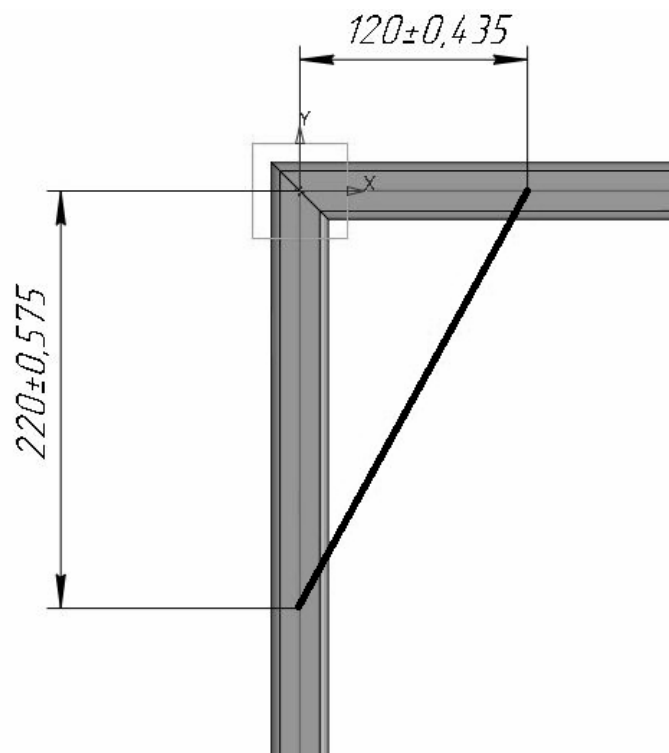

Рис. 11.6. Эскиз в плоскости **ZY**
6. На плоскости **ZY** постройте эскиз, содержащий отрезок, показанный на рис. 11.6.